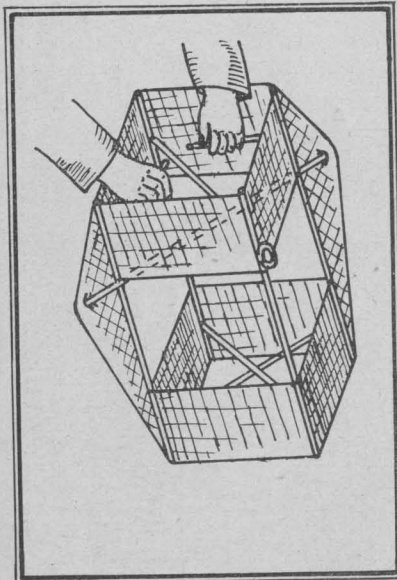

Abb. 17. Drachen: Zusammenstecken der Diagonalstäbe
e) Einstecken der 50-cm-Diagonalstäbe in die T-Röhrcn innerhalb des oberen und unteren Kastens. Verbinden der kurz angelenkten Stäbchen mit dem Überwurfrohr. Hierdurch wird die Spannung in den Drachen gebracht. Vorsicht, damit keine Stäbe zerbrechen (s. Abb. 17).